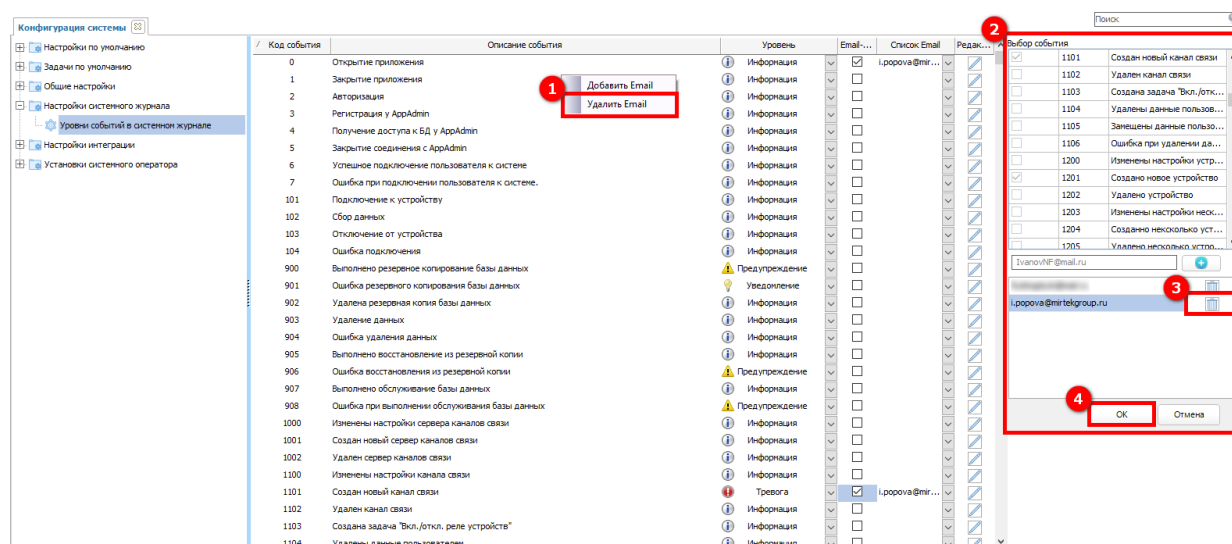

Рисунок 234 – Удаление адреса электронной почты из списка рассылки для нескольких событий
При необходимости удаления адреса электронной почты из всех рассылок (адрес будет удален из рассылок по всем событиям, где он указан) необходимо нажать правой кнопкой мыши в основном окне раздела и в контекстном меню выбрать **Удалить Email** (1) (см. рисунок 234). Далее в открывшемся окне (2) из списка адресов электронных почт выбрать необходимый и нажать кнопку  (3). После нажимаем кнопку **ОК** (4). Данный адрес электронной почты будет удален из всех рассылок (адрес будет удален из рассылок по всем событиям, где он указан).